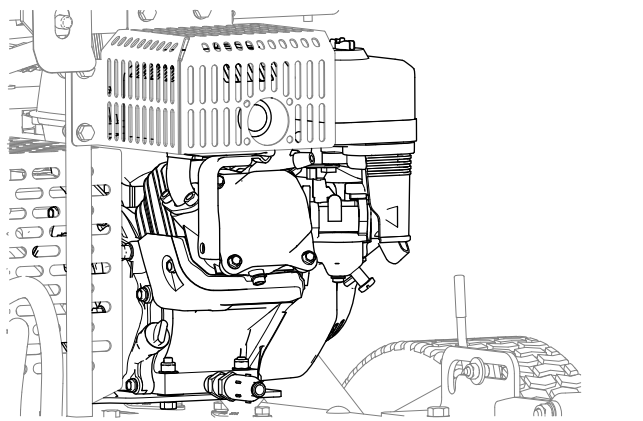

Figura 42
4. Curăai murdăria i reziduurile de pe motor i nervurile de răcire a motorului (Figura 42).